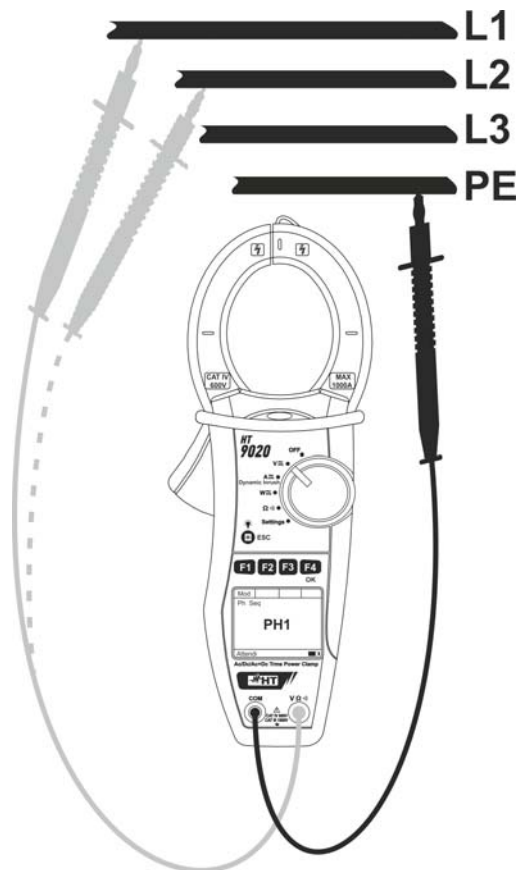

Abb. 7: Prüfung der Phasenfolge
4. Verbinden Sie die rote Messleitung mit der **VΩ** Eingangsbuchse und die schwarze Messleitung mit der **COM** Eingangsbuchse. Kontaktieren Sie die rote Messspitze mit der Phase L1 und die schwarze Messspitze mit dem PE Leiter (siehe Abb. 7).
7. Das Gerät zeigt den Bildschirm hier auf der Seite und wartet die Erkennung der Phase L2 ab. Die Messspitze mit dem Leiter der Phase L2 verbinden. (siehe Abb. 7)